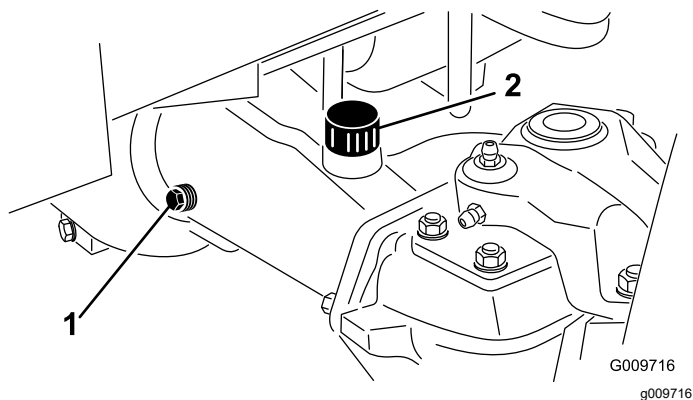

図 111
2. アクスルの一方の端部から点検用プラグを抜き、穴の高さまで潤滑油があることを確認する 図 111。